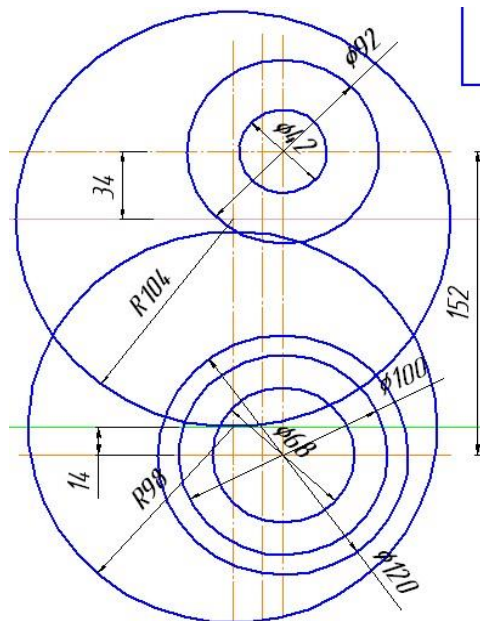

Рис.3. Пример построения окружностей
3. Изобразить все заданные окружности (рис. 3). Для точного указания точек использовать объектную привязку **Пересечение**. Для этого щелкнуть на кнопке –  **Установка глобальных привязок** и в открывшемся окне установить опцию **Пересечение**.